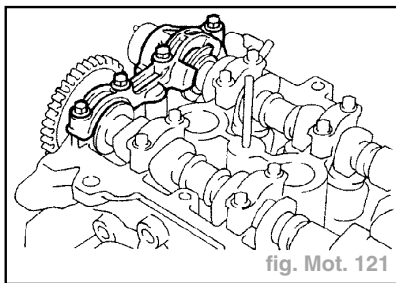

fig. Mot. 121
- Déposer les 4 boulons et le chapeau de palier d'arbre à cames n°1 (fig. Mot. 121).